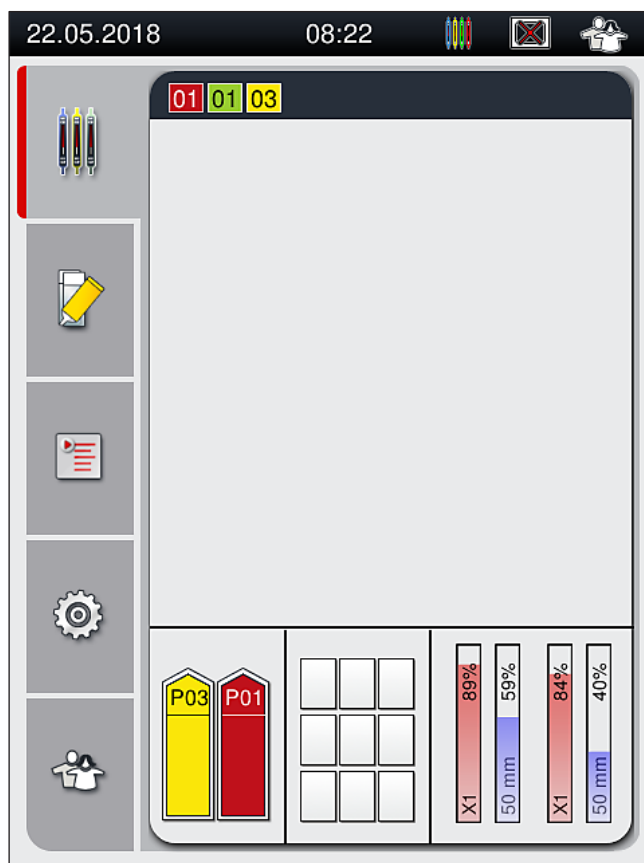

图 73
7. 检测到的手柄颜色显示在进程状态显示 (→ 图 73) 中。